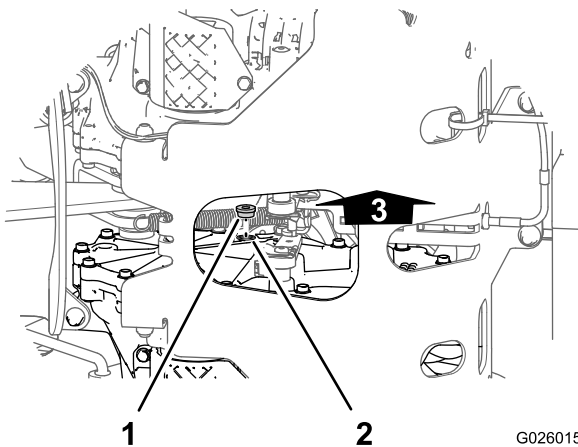
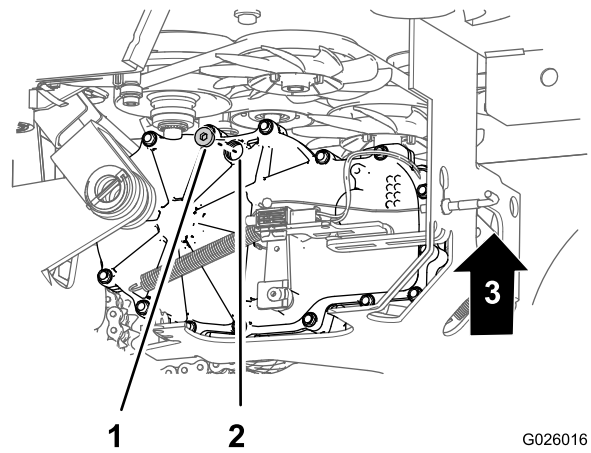

Figura 64
Figura 65
2. Alinee un recipiente debajo de los tapones de la mirilla de las transmisiones (Figura 64 y Figura 65).
3. En el lado interior de la transmisión, cerca de la parte superior, retire el tapón de la mirilla de una de las transmisiones (Figura 64 y Figura 65).